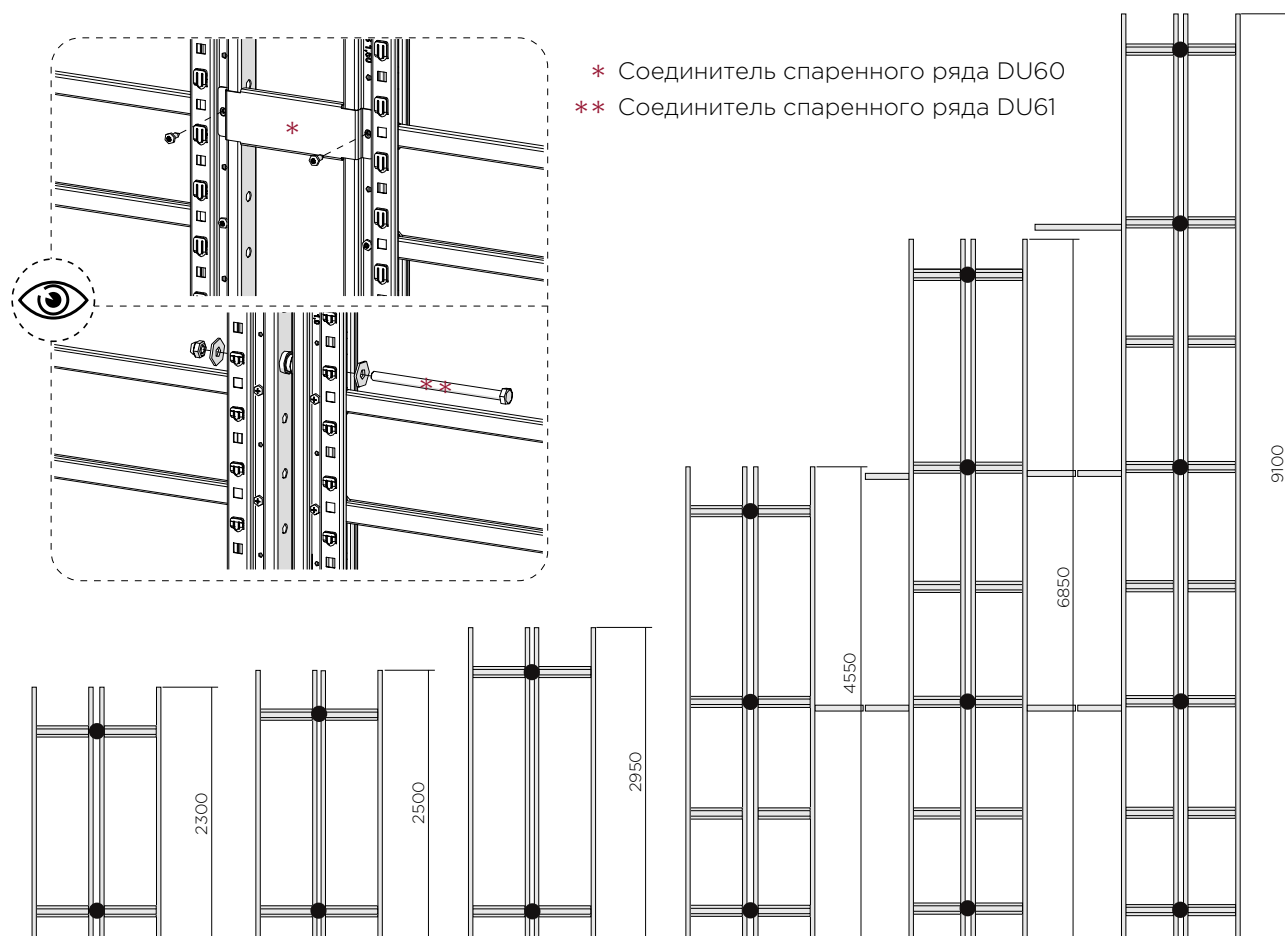

Рисунок 10 — Установка соединителей спаренного ряда
11. При установке стеллажей в два параллельных (спаренных) ряда смежные рамы необходимо связать между собой при помощи соединителей спаренного ряда (рис. 10).